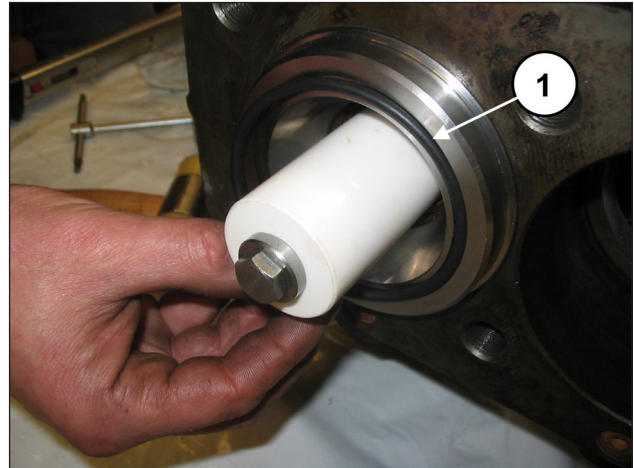
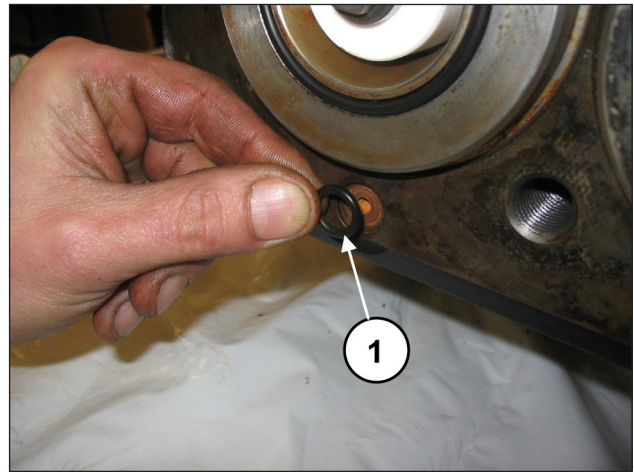

Fig. 142
Fig. 143
Monter le joint torique à l'avant de la chemise (rep. ①, Fig. 142) et le joint torique de l'orifice de recirculation (rep. ①, Fig. 143).